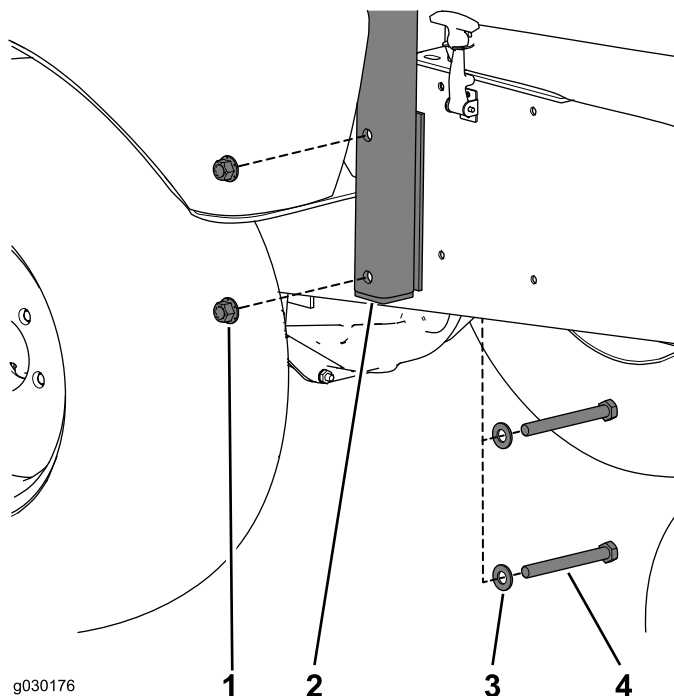

Figura 2
8. Retire o sistema de proteção anticapotamento (ROPS) da máquina (Figura 2).